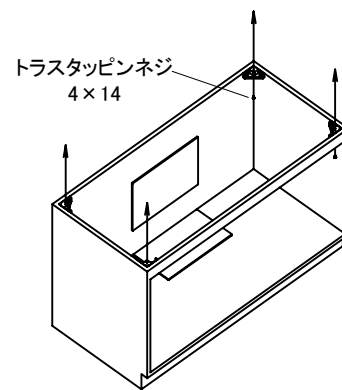

図9-3
- ①キャビネット4隅の隅補強を介して所定のネジでカウンターを固定してください(図9-3)